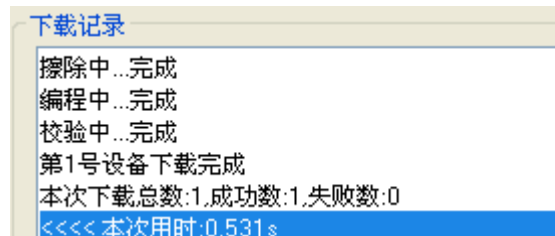

图 3. 3
- i. 下载结束，软件会在“下载记录”栏显示当前下载状态，下载成功如图 3. 3；